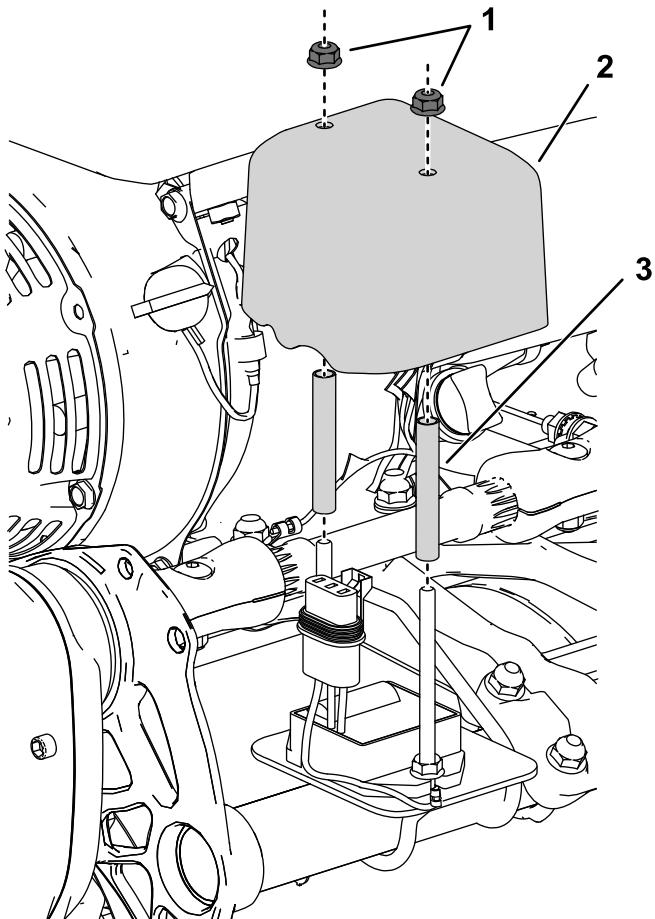

Figura 4
5. Instale os espaçadores e cobertura sobre o contador de horas sem fios e conexões da cablagem como se mostra na Figura 4.